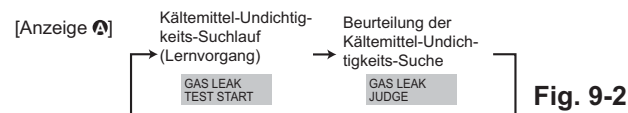

Fig. 9-2
- ② Drücken Sie die **CLOCK** (**▽**)-Taste und wählen Sie [GAS LEAK TEST START] (START DES GASUNDICHTIGKEITS-TESTS) (Fig. 9-2)